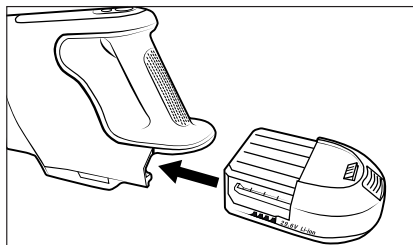

Fig. 3
- 3) Împingeți acumulatorul **2** în aparat până se fixează în aparat cu un clic sonor (a se vedea fig. 3).